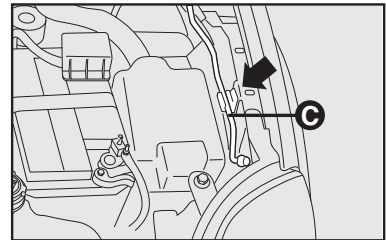

fig. 118
3) Levante el capó por la parte central y al mismo tiempo, suelte la varilla de fijación **C-fig. 118** de su dispositivo de bloqueo.